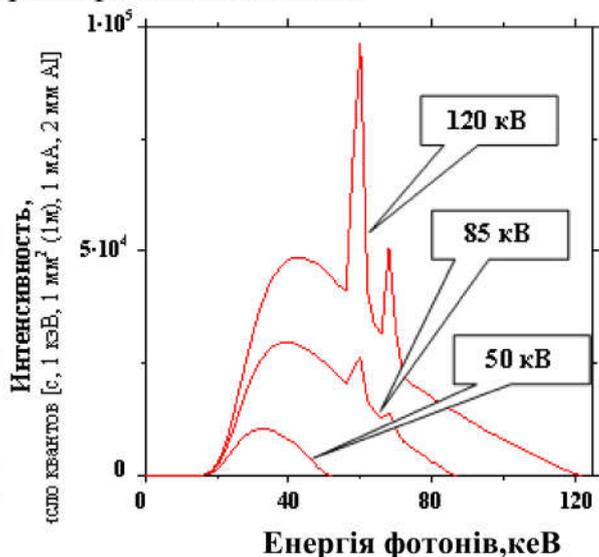

Рис. 2.7. Спектри випромінювання рентгенівської трубки з вольфрамовим W анодом при різних прискорювальних напругах [2].
На рис. 2.7 наведені розрахункові спектри від рентгенівської трубки з анодом з вольфраму (W) при різних прискорювальних напругах. Із представленого малюнка видно, що зі збільшенням прискорювальної напруги зростає інтенсивність спектра й енергія рентгенівських квантів. Максимум спектра формується в область високих енергій. При напругах на трубці, перевищуючій поріг формування характеристичних ліній W (67, 65 кеВ), на спектрі з'являються піки характеристичних ліній.